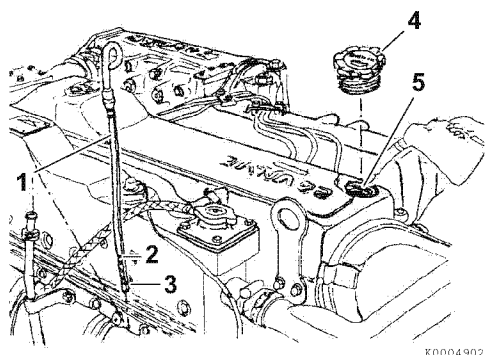

Figura 6
2. Extraiga la varilla de nivel de aceite (1, **Figura 6**) y límpiela con un trapo limpio.
4. Extraiga la varilla de nivel de aceite. El nivel del aceite debe estar entre las líneas superior (2, **Figura 6**) e inferior (3, **Figura 6**) de la varilla de nivel de aceite.
1. Retire el tapón de la boca de llenado de aceite (4, **Figura 6**) del orificio de llenado (5, **Figura 6**) y rellene con aceite de motor.
2. Llene con aceite hasta el límite superior de la varilla de nivel (2, **Figura 6**).